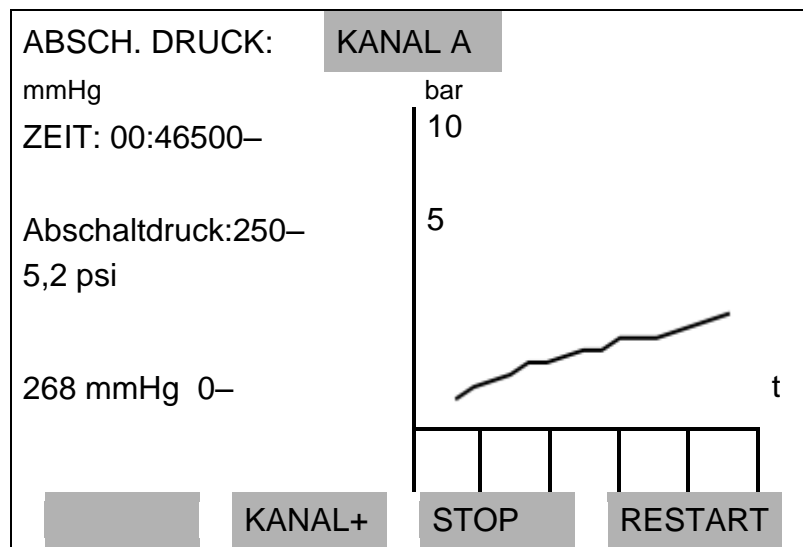

Abb. 4-4: Anzeige für einen Abschalttest, Kanal A
Die Anzeige für den Abschalttest erscheint wie in Abb. 4-4 dargestellt.
- Drücken Sie die **STOP** Taste, um den Test anzuhalten und das **PROTOKOLL** des Kanals angezeigt zu bekommen. Wenn die **ABSCH DR** Taste angezeigt wird, drücken Sie diese, um zum Abschaltdruckteil der automatischen Testsequenz zu gelangen. Auf der Abschaltdruckanzeige, Abb. 4-4, gibt es eine **STOP** Taste, um den Test vor dem Ende der eingestellten Zeit der Autosequenz beenden zu können und um die automatische Datenausgabe (wenn aktiviert) zu starten.